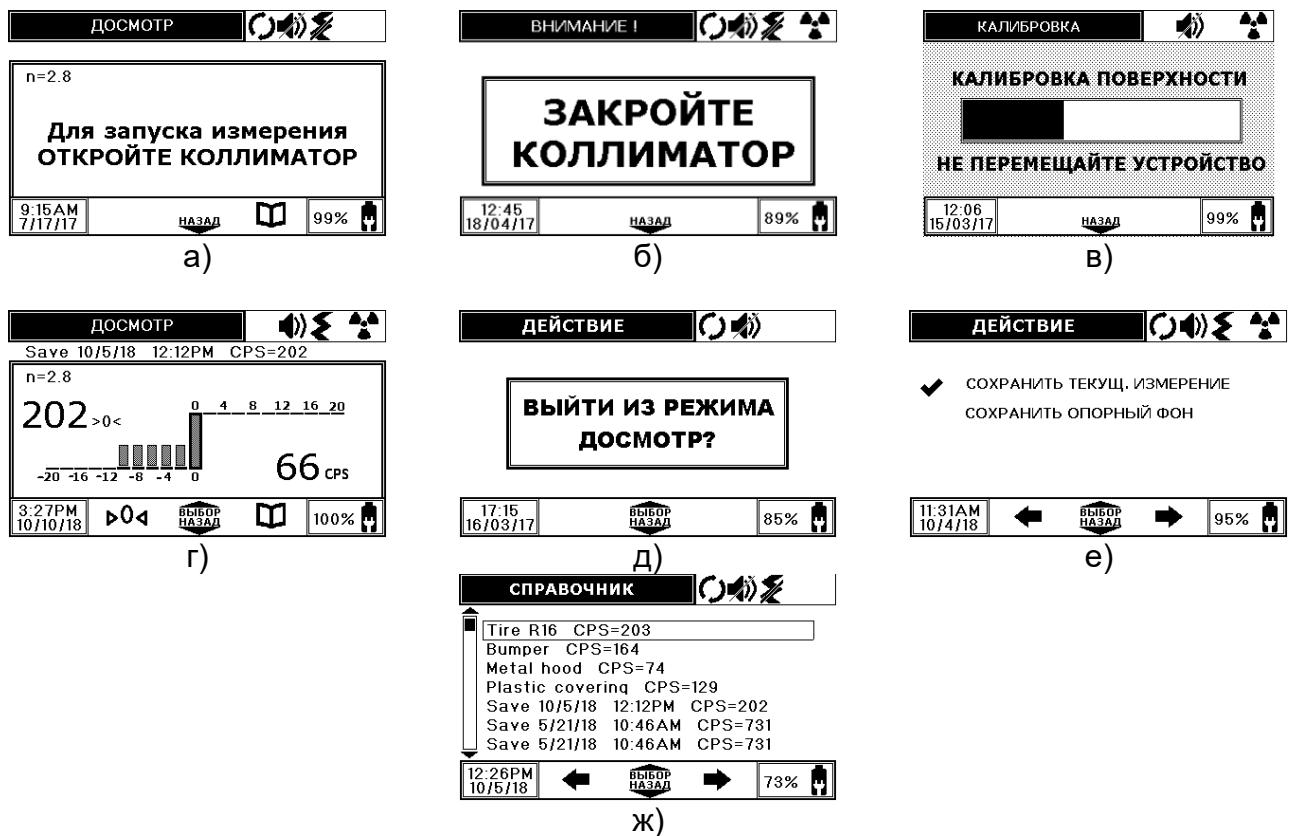

Рисунок 2.8 – Режим досмотра
**2.2.2.3.4** Досмотр объекта производится при открытом коллиматоре, при закрытом коллиматоре в приборе высвечивается предупредительная надпись «*Для запуска измерения откройте коллиматор*». Если выйти из режима досмотра, не закрыв коллиматор, появится предупреждение «*Закройте коллиматор*» (рисунок 2.8 а) и б)).
**2.2.2.3.6** В режиме досмотра прибор производит *калибровку по поверхности* автоматически после открытия коллиматора согласно 2.2.1.3 (если предварительно не выбран объект досмотра из справочника  опорных фонов). При этом на ЖКИ отображается сообщение «*калибровка поверхности*», а на аналоговой шкале в относительных единицах индицируется время, прошедшее с начала калибровки (рисунок 2.8 в)).
Если в этом режиме необходимо поменять значение гамма- фона на реально существующий, то однократно нажмите левой кнопкой и выберите подменю Save, после чего запуститься калибровка поверхности (рисунок 2.8 в)).
Значение средней скорости счета импульсов, определенное при калибровке, отображается на ЖКИ рядом со значком в процессе регистрации (рисунок 2.8 г)).
- кнопками и переместитесь на опорный фон справочника (рисунок 2.8 ж)), вместо которого будет сохранен новый опорный фон, и подтвердите верхней кнопкой выделенную строку, после чего прибор выйдет в режим досмотра;
- при повторном обращении в справочник в нем будет отображаться строка сохраненного опорного фона, содержащая дату, время сохранения и значение средней скорости счета импульсов (например, Save 10/5/18 12:12 cps = 202, рисунок 2.8 ж);
- для выхода из режима *досмотр* в главное меню необходимо нажать кнопку *Назад* , после появления надписи «Выйти из режима досмотр?» (рисунок 2.8 д)) – подтвердите действие кнопкой .